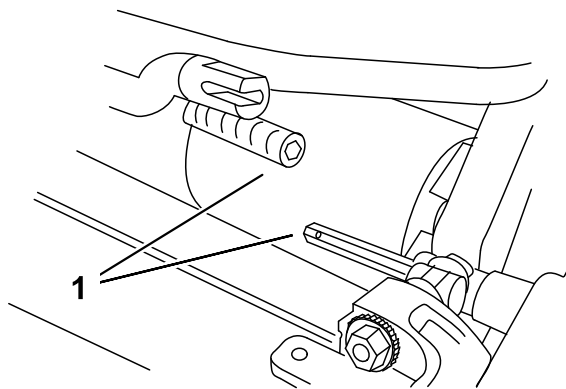

图4
3. 将滚刀组推入主机下方左侧的位置，接合变速箱联轴器 (图4)。